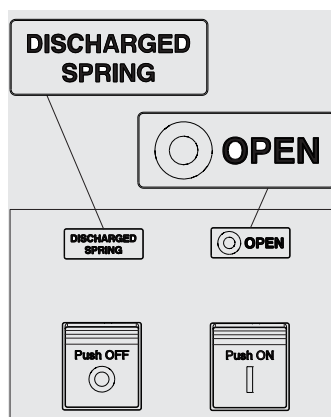

Рис. 22
1. Автоматический выключатель разомкнут, пружины механизма не взведены (см. Рис. 22).